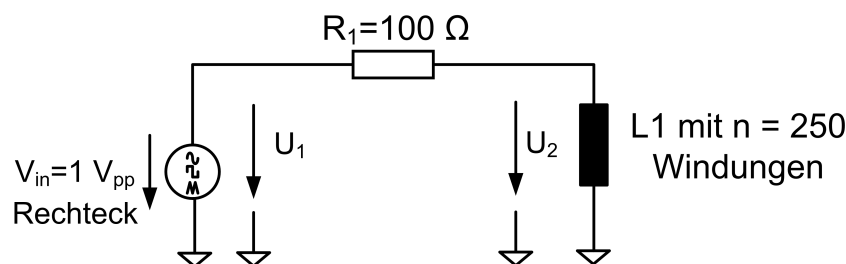

Abbildung 11: Messaufbau um Strom- und Spannungsverlauf beim Schalten der Spannung an einer Spule zu bestimmen.
1. Wieso ist der Widerstand bei der in Abbildung 11 dargestellten Schaltung sehr wichtig? Was kann passieren, wenn die Messung ohne Widerstand durchgeführt wird?